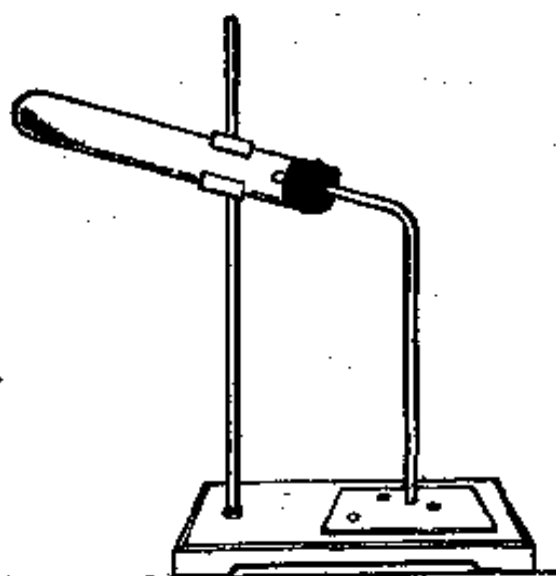

图 3 氨与酸的反应
(3) 当水进入试管后, 在水面下用拇指堵住试管, 把试管从水里取出, 管口向上, 振荡试管, 并向溶液里滴入几滴酚酞试液, 观察有什么现象?
(4) 将实验步骤 1 里制取氨的试管按图 3 装好。用玻璃棒蘸浓硫酸、浓硝酸和浓盐酸, 在玻璃片上的不同地方各滴一滴(玻璃棒每取过一种酸后, 要用水洗干净后, 再用来取另一种酸)。然后加热氯化铵和氢氧化钙的混合物, 当有氨放出